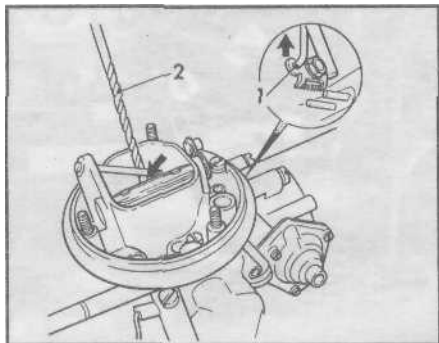

Рис. 15.53. Проверка зазора воздушной заслонки [при полном открытии дроссельной заслонки]
- 53 Отожмите рычаг [1] вверх [см. рис. 15.53].